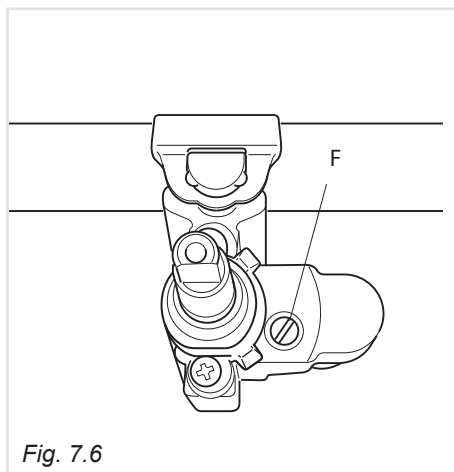

Fig. 7.6
- Togliere la manopola ed agire sulla vite "F" (fig.7.6) fino ad ottenere la fiamma desiderata.